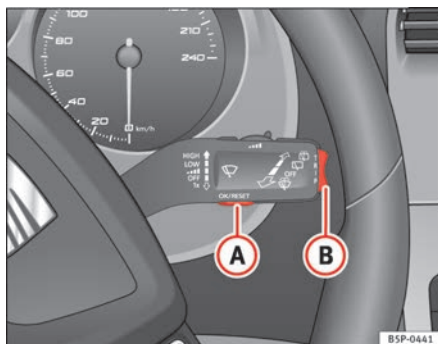
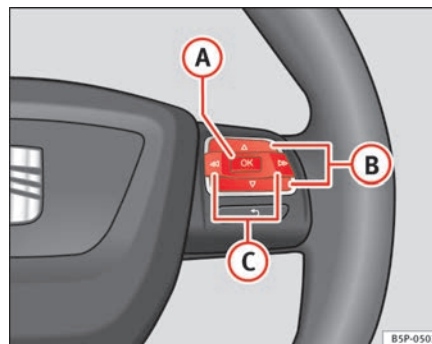

Abb. 43 Scheibenwischerhebel: Taste A zum Bestätigen von Menüpunkten und Wippe B zum Wechseln der Menüs
Abb. 44 Bedienelemente am Lenkrad: Taste A zum Bestätigen der Menüpunkte und Tasten B zum Wechseln der Menüs
- Zum Aufrufen des Menüs „Einstellungen“ drücken Sie die Taste **C** ⇒ Seite 66, Abb. 44, bis die entsprechende Anzeige am Display erfolgt. Nun befinden Sie sich in diesem Menü.
- Zum Umschalten zwischen den Speichern drücken Sie bei eingeschalteter Zündung kurz die Taste **A** ⇒ Seite 66, Abb. 43 ⇒ Seite 66 am Scheibenwischerhebel oder die Taste **OK** am Multifunktionslenkrad ⇒ Seite 66, Abb. 44 ⇒ Seite 66.
In der Multifunktionsanzeige können Sie durch Betätigen der Wippe **B** ⇒ Seite 66, Abb. 43 ⇒ Seite 66 am Scheibenwischerhebel oder durch Drücken der Taste **A** bzw. **V** ⇒ Seite 66, Abb. 44 am Multifunktionslenkrad\* die folgenden Daten abfragen.